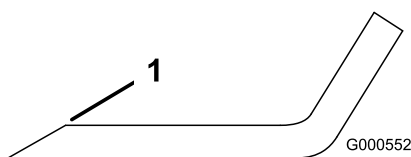

Figura 77
1. Folosii o pilă pentru a ascuți marginea de tăiere la ambele capete ale lamei (Figura 77).
Notă: Dacă lama nu este echilibrată, pilii numai din capătul suprafeței velice (Figura 77).